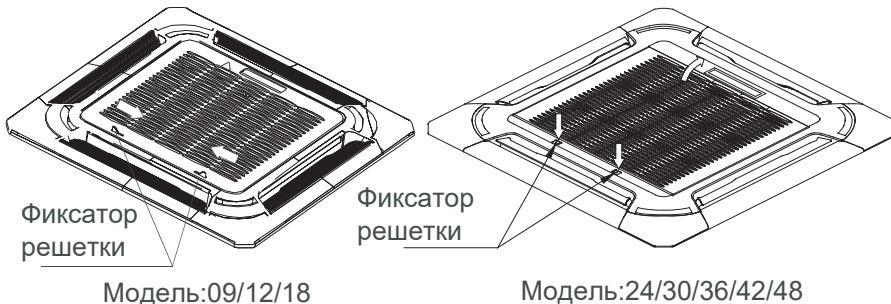

Рис.22
1. Одновременно нажать на оба рычага-фиксатора в указанном направлении и перевести рычаги в верхнее положение, потянув их на себя (Рис.22).